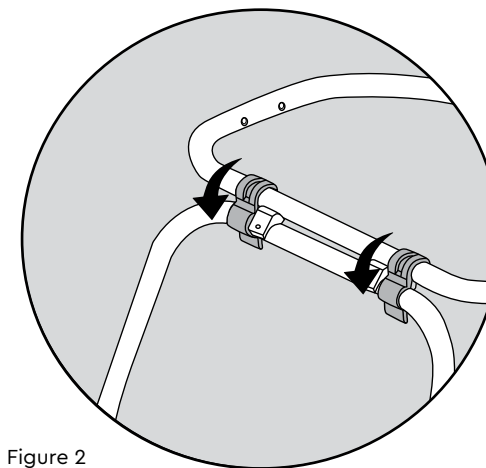

Figure 2
2. Verrouillez les barres ensemble en poussant sur les loquets (Figure 2).